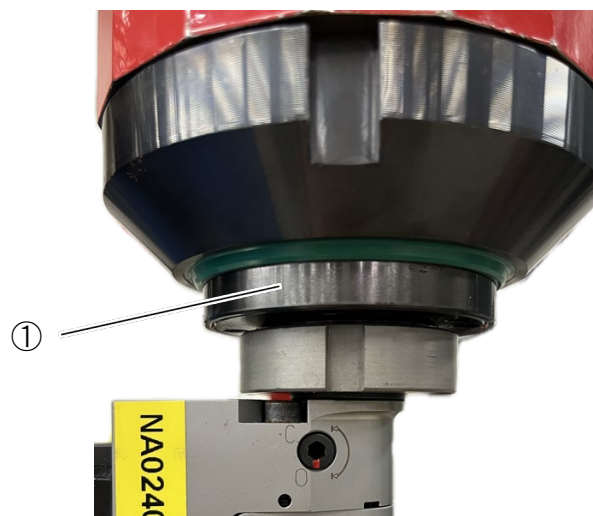

図 21: TRT のスリーブ位置
締結時にストロークするスリーブ(図 21、①)に汚れの付着や潤滑油切れが発生すると、ストローク時の動作不良につながります。